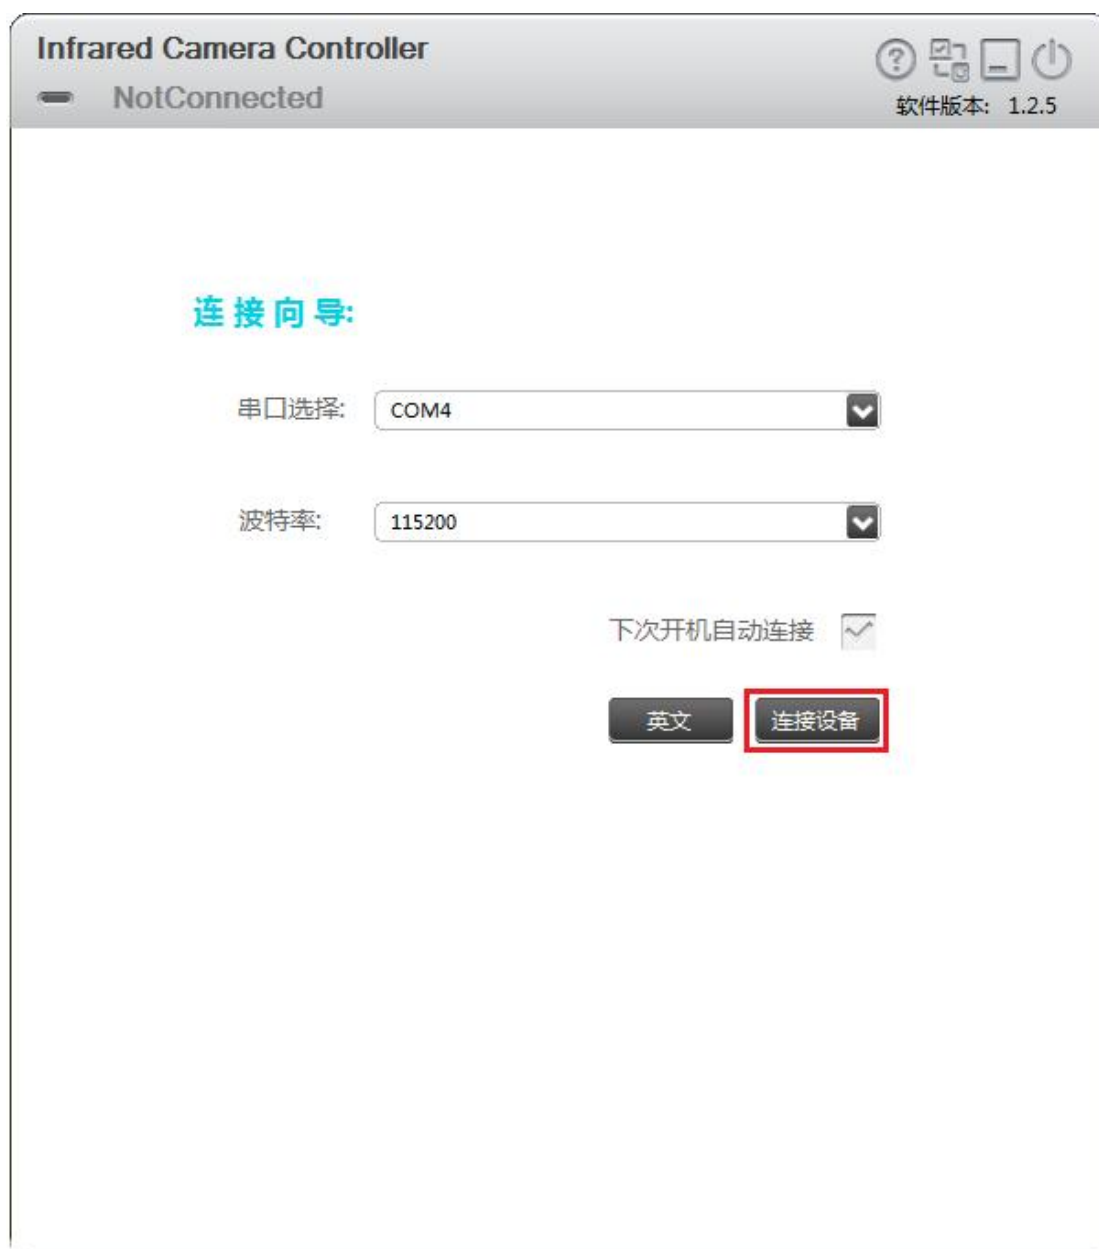
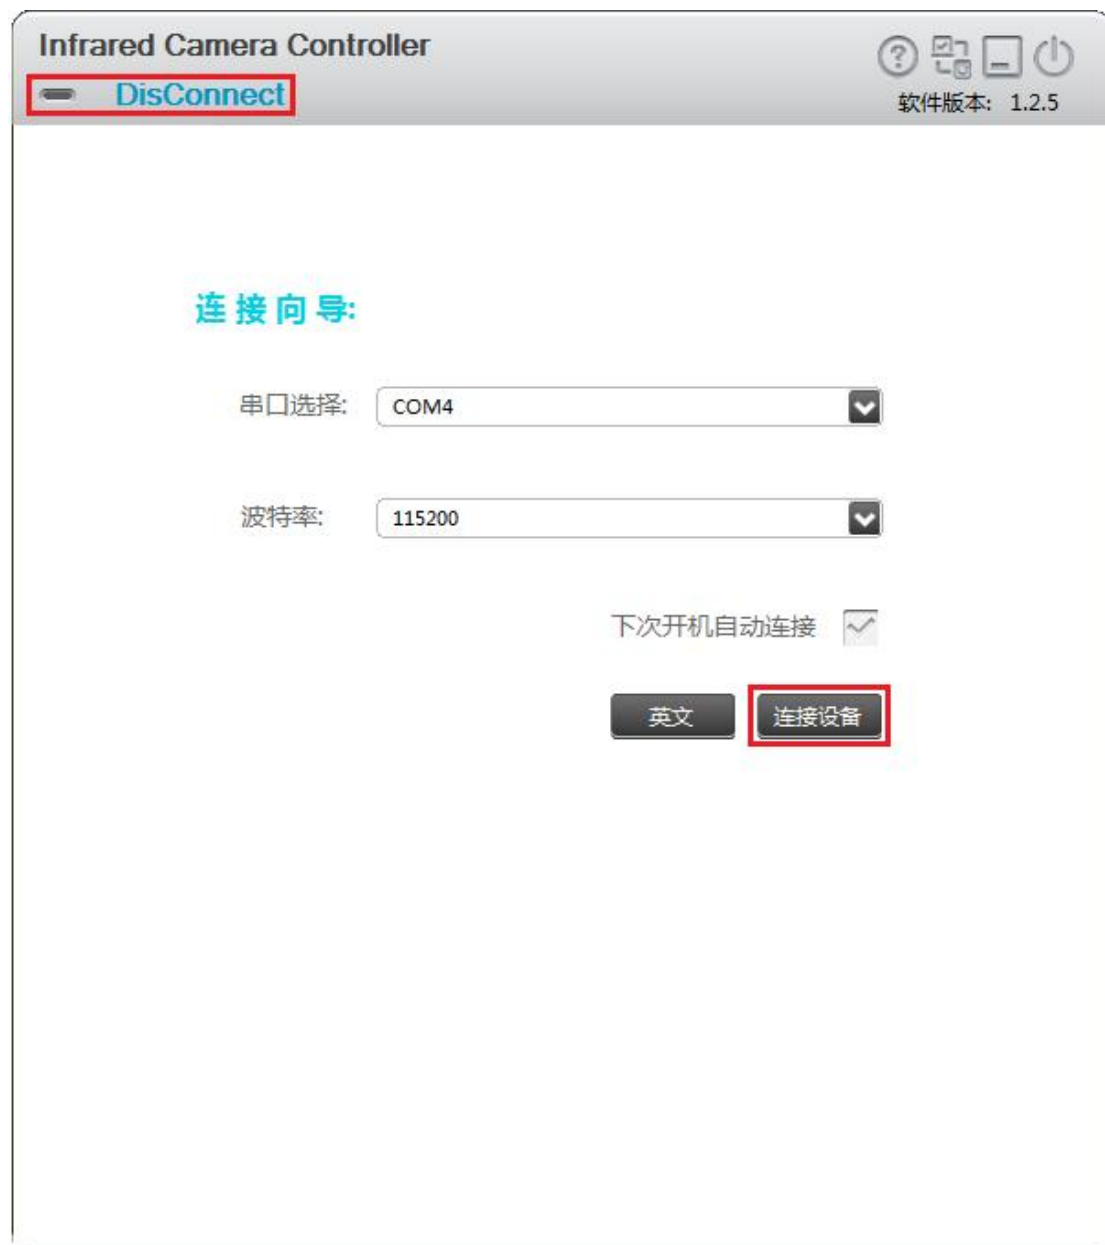

图 4-15 连接机芯
图 4-16 断开机芯
- 6) 点击“连接设备”按键连接机芯，如图 4-15 所示。如果机芯当前处于连接状态，点击图标可以切换到连接向导界面，然后点击“断开连接”可以断开与机芯的连接，左上角显示当前的连接状态为“DisConnect”，如图 4-16 所示。